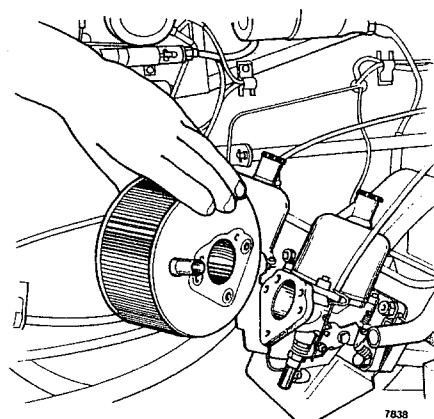

Fig 03–19. Byte av luftrenare
2. Se till att packningarna vänds rätt, se fig 03–19 och montera luftrenarna.